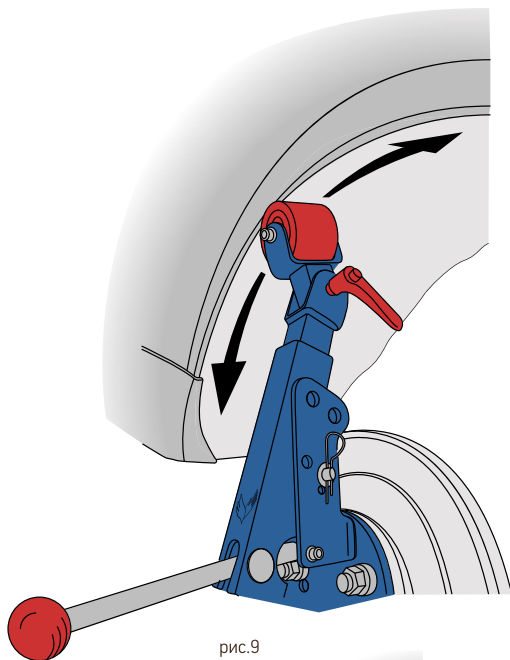

рис.9
- 9 Возвратно - поступательными движениями, небольшими участками, начинайте загибать кромку арки автомобиля. После того, как ролик не испытывает нагрузки, его рабочее положение нужно поменять, постепенно наклоняя наружу. При достижении граничного положения регулирующего вала, измените положение рабочего рычага (четыре пары отверстий). (рис. 9)